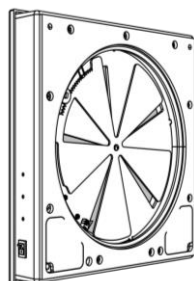

Рис. 6. Корпус с блоком управления и клапаном
**Корпус с блоком управления и клапаном** в УВРК-50МК рис.6 выполнен в виде пластиковой коробки, в которой размещены плата блока питания, плата блока управления и клапан. Сбоку на корпусе размещены выключатель для включения (выключения) прибора и светодиоды индикации режимов работы. С лицевой стороны корпус имеет решетку-воздухораспределитель с фильтром грубой очистки G 3 . С тыльной стороны (которая прилегает к стене) корпус имеет окно для подключения к прибору электропитания 220 В и окно для подключения вентиляционного блока. В УВРК-50М и УВРК-50МА корпус с блоком управления установлен в вентиляционном блоке (рис.2)